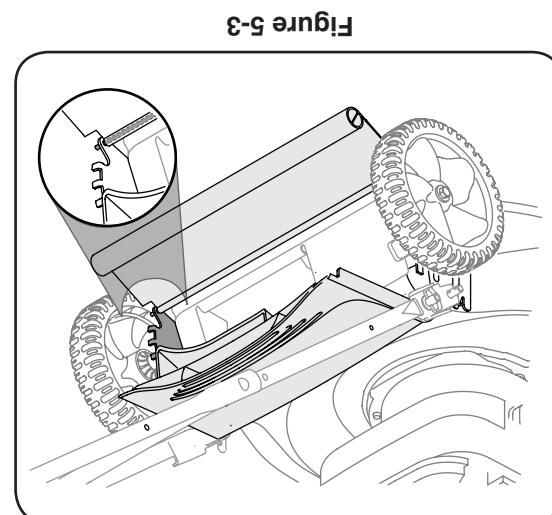

Figure 5-3
1. Pour démonter le déflecteur arrière usagez le clapet arrière et démontez le déflecteur arrière. Soulevez le déflecteur pour le dégager des trous. Voir la Figure 5-3.